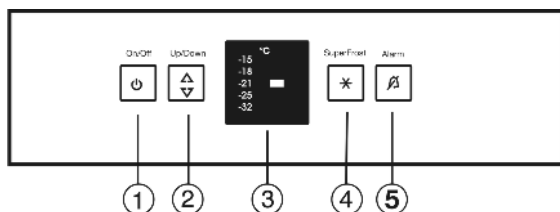

Fig. 2
- ▶ Нажать кнопку "On/Off" Fig. 2 (1).
Звуковой сигнал выключается автоматически, кнопка аварийного сигнала Fig. 2 (5) выключается и индикатор температуры перестает мигать, если температура снова становится достаточно низкой.